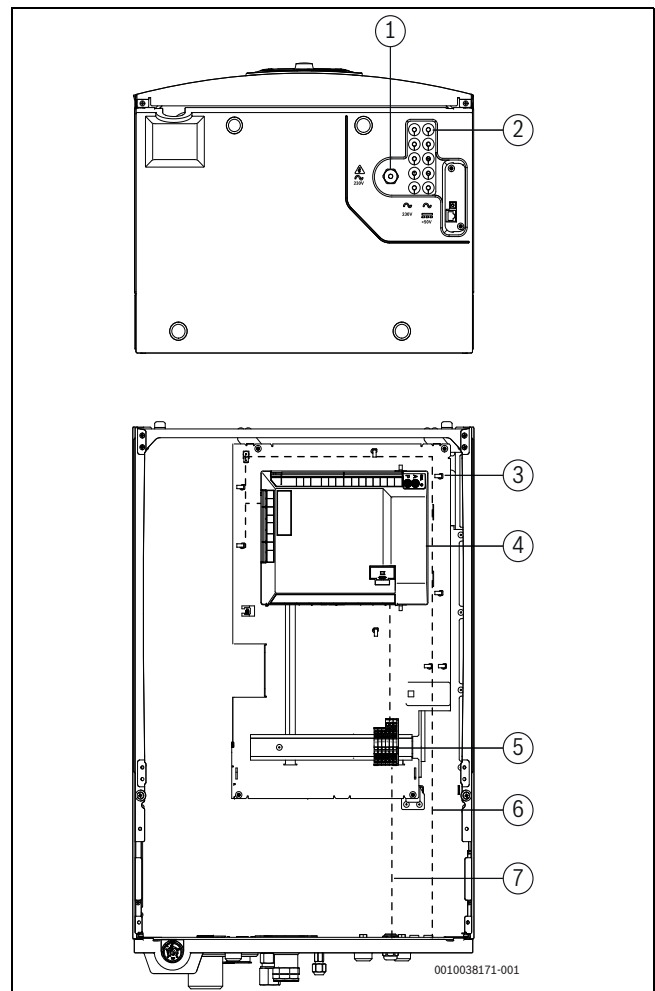

Bild 10 Kabeldurchführungen und elektrische Komponenten (Ansicht mit Tropfschale)
- Führen Sie die CAN-BUS-Fühler und anderen Signalleitungen durch die entsprechenden Kabelzuführungen, gekennzeichnet mit <50 V. Führen Sie die Kabel bis zur Vorderseite des Geräts durch und schließen Sie sie an, siehe Abb. 10.